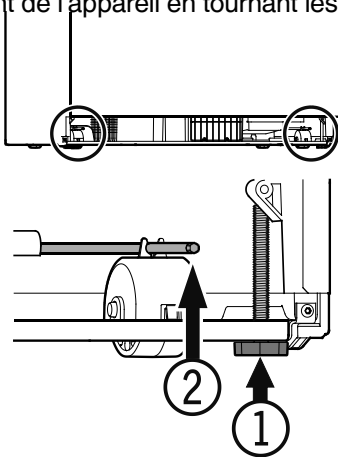

Figure 18
Afin d'éviter que l'appareil ne bascule vers l'avant, les pieds réglables (1) (Figure 18) doivent être en contact avec le sol.